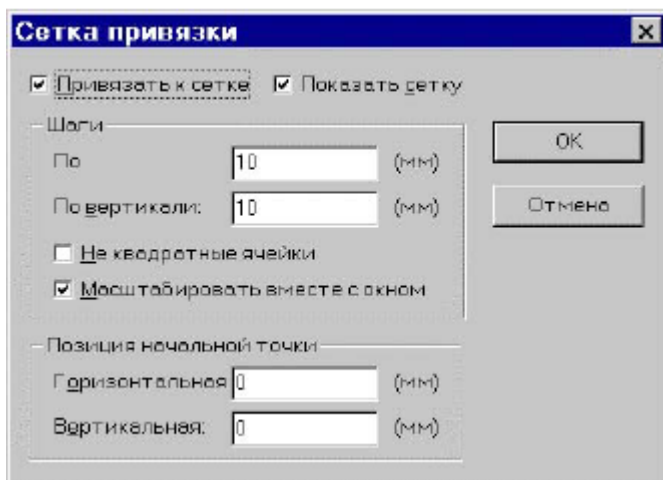

Рис. 7. Окно диалога для изменения сетки привязки
1. В меню «Правка» или в контекстном меню выберите «Сетка привязки», в результате чего появится окно диалога (рис. 7).
3. Позицию начальной точки (0, 0) в большинстве случаев менять не требуется. Нажмите кнопку ОК, чтобы завершить диалог (рис. 7).